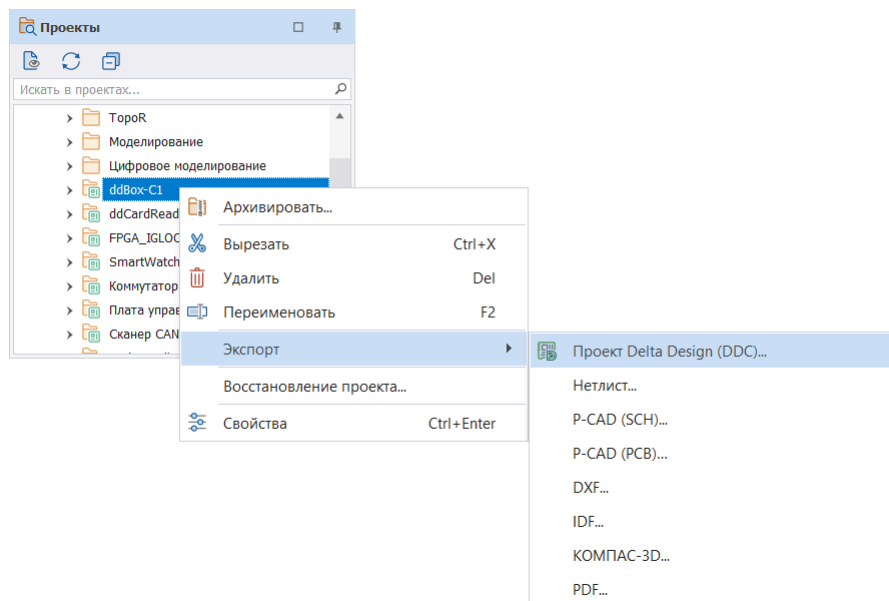

Рис. 69 Экспорт проекта в формате \*.ddc
2. Вызовите контекстное меню, перейдите в раздел «Экспорт» и выберите пункт «Проект Delta Design (DDC)...», Рис. 69.